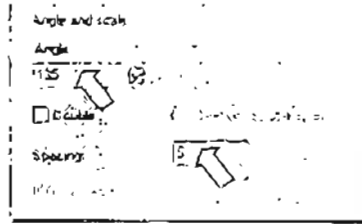

Рис. 7.33. Установка параметров штриховки
3. В поле Angle (Угол) установите из раскрывающегося списка угол штриховки 135°. В поле Spacing (Интервал) задайте расстояние между линиями штриховки 5 мм (рис. 7.33).